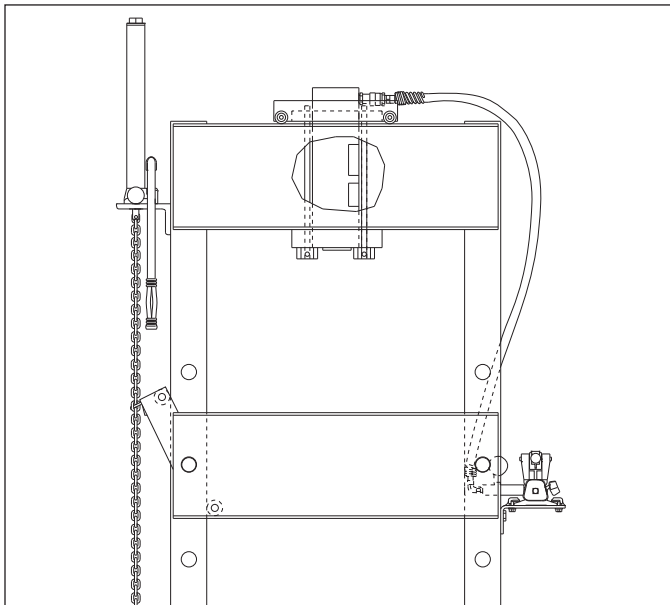

Figura 4. Conexões hidráulicas para cilindros de simples ação
4.1 Cilindros de simples ação (veja a figura 4)